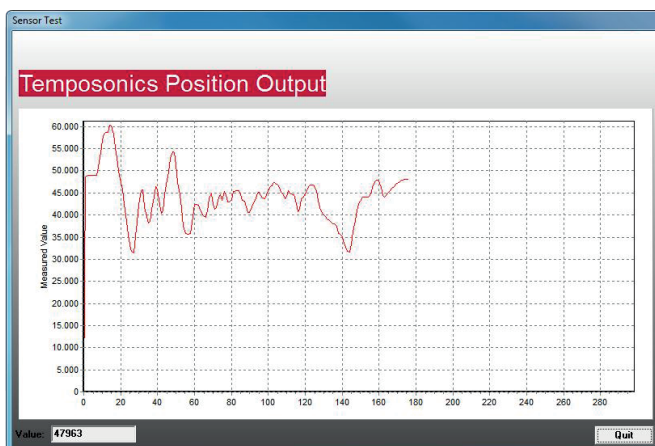

Fig. 32: Affichage des données
- 4 Le menu **Test Sensor** fournit un affichage des données (Fig. 32), qui indique les positions absolues des aimants de position. Par rapport à la fréquence de mesure du capteur, la transmission des données en série entre le capteur et le PC est relativement lente, ce qui rend impossible l'affichage de toutes les valeurs réellement mesurées. Pour cette raison, seule une valeur de mesure sur 50 s'affiche sur le graphique.